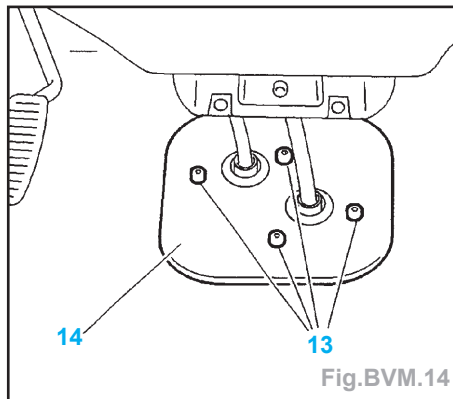

Fig. BVM.14
- Déposer les clips d'arrêt (12); à l'aide d'un tournevis.
- Déposer (Fig.BVM.14) :
- les vis (13),
- l'ensemble de la plaque de fixation et les câbles (14).